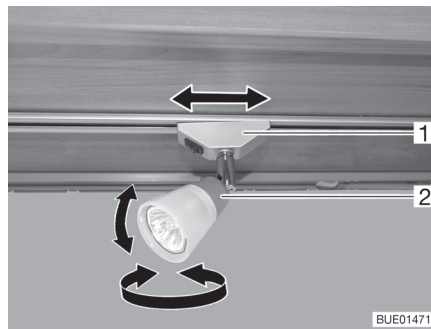

Fig. 25 Foco
**Girar el foco:** ■ Girar la carcasa (Fig. 25,2) del foco en la dirección deseada.
**Desplazar el foco:** ■ Girar el soporte (Fig. 25,1) aprox. 45°.
**Retirar el foco:** ■ Girar el soporte (Fig. 25,1) 90°.